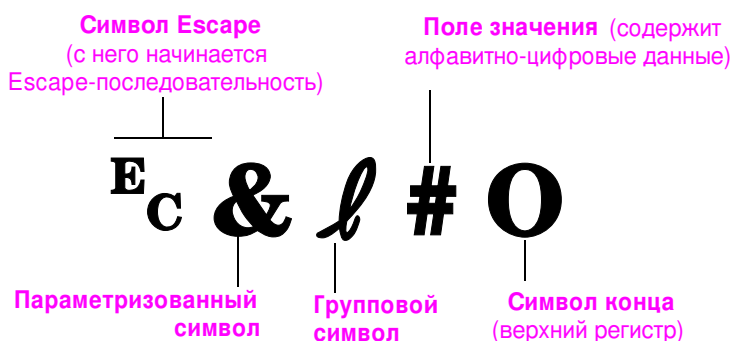

Рис. D-1. Объяснение команды принтера
На рис. D-1. показаны элементы типичной команды принтера (в данном случае, команды ориентации страницы).
- 1 Первые два символа после символа  $E_c$  (параметризованные или групповые символы, см. рис. D-1.) должны быть одинаковыми во всех комбинированных командах.